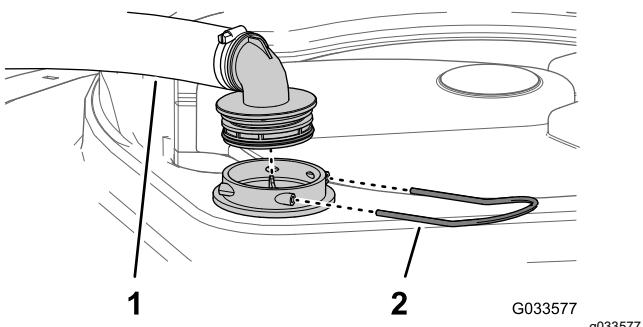

图 54
2. 在打药机药缸的顶部拆下固定从过滤器外壳连接至大软管的软管接头的卡环 图 54。
3. 从过滤器外壳上拆下软管和软管接头 图 54。